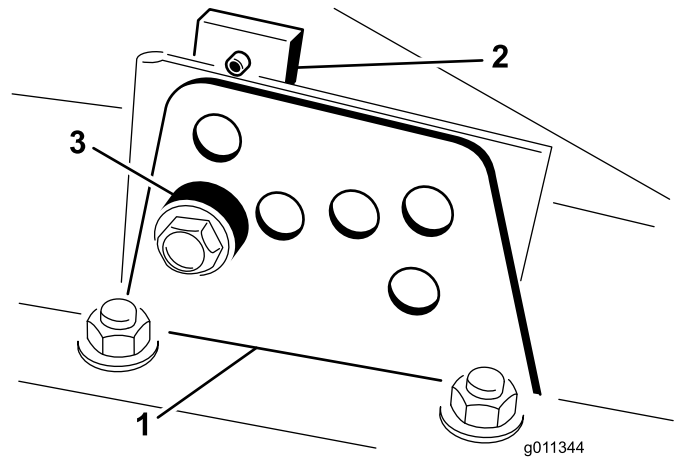

图21
2. 拧松将各剪草高度支架固定至剪草高度板的螺栓前面和两侧如 图21 所示。
4. 在支撑起切割腔的同时取出隔片 (图21)。